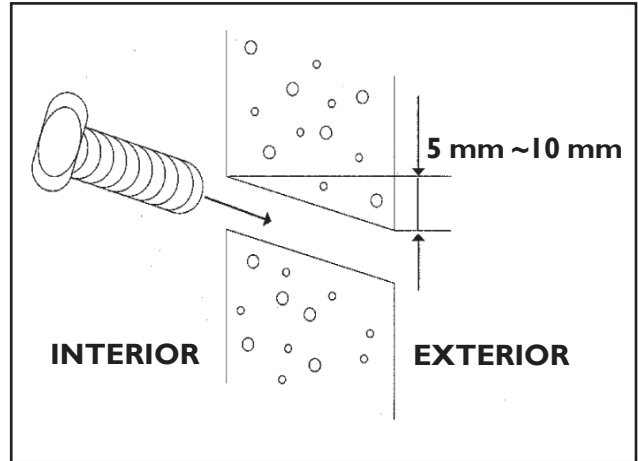

FIGURA 19
- Corte e coloque o tubo de PVC de 75 mm de diâmetro de acordo com a espessura da parede e passe a tubulação através dela. (figura 19).